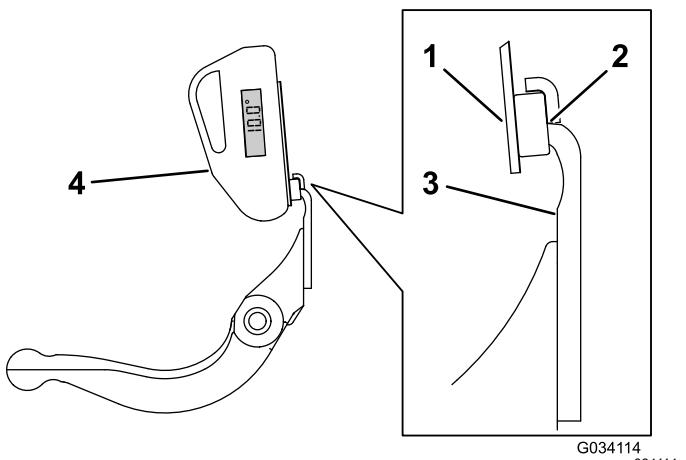

图 26
3. 将角度指示器底座放在底刀边缘上以使磁体边缘与底刀边缘紧密配合 图 26。
4. 如 图 26 所示将角度指示器放置到底座上。